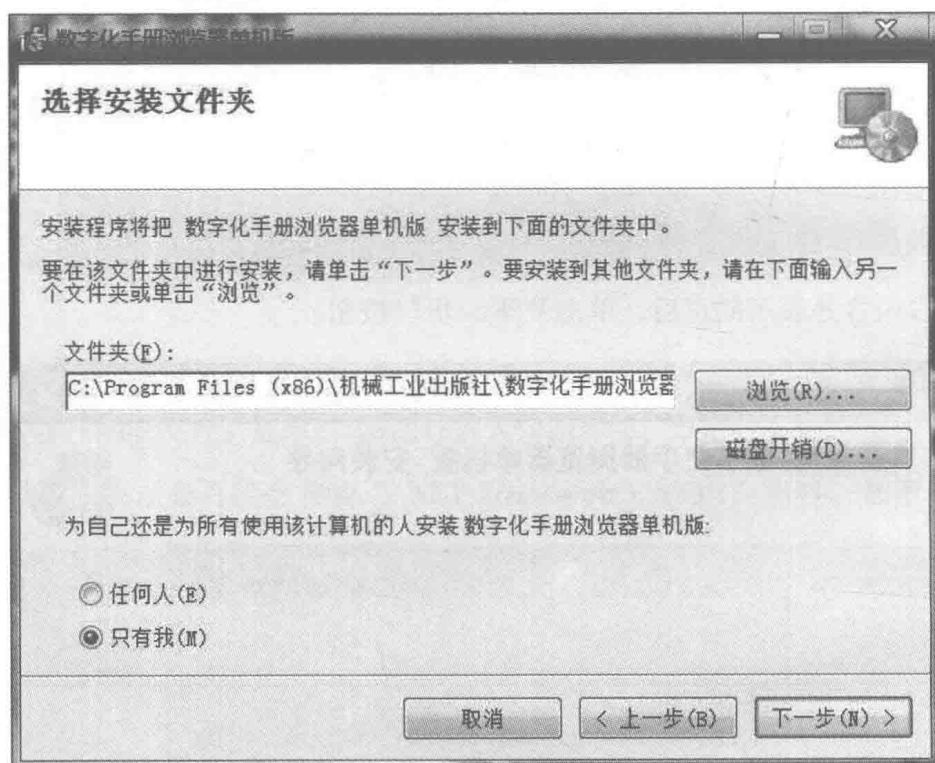

图 1-5 “选择安装文件夹”窗口
5) 进入图 1-5 所示的“选择安装文件夹”窗口。系统推荐的安装目录是